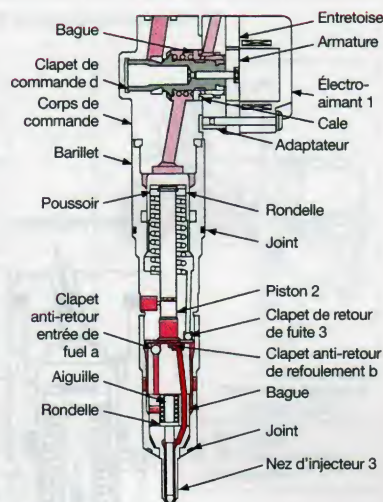

Figure 80.4. Injecteur-pompe Caterpillar HEUI en position fin d'injection, remplissage (Doc. Caterpillar)
Quatre éléments principaux (fig. 80.4) :
- l'électro-aimant de commande (1) ;
- le système de pompage (2) ;
- l'injecteur (3) ;
Dès la désactivation de l'électro-aimant (1), le clapet de commande (d) obture l'arrivée de la pression d'huile, et ouvre le canal de vidange vers l'intérieur du cache culbuteurs (fig. 80.4).
Le clapet de retour des fuites (fig. 80.4), permet la dépressurisation de la chambre du ressort de piston.